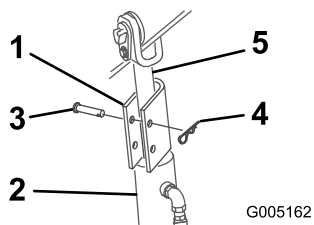

Figura 25
4. Poziționează un element de blocare peste fiecare tijă de cilindru de ridicare (Figura 25).
5. Fixează fiecare element de blocare cilindru cu un tift cu cap și gaură pentru cui spintecat și un cui spintecat (Figura 25).